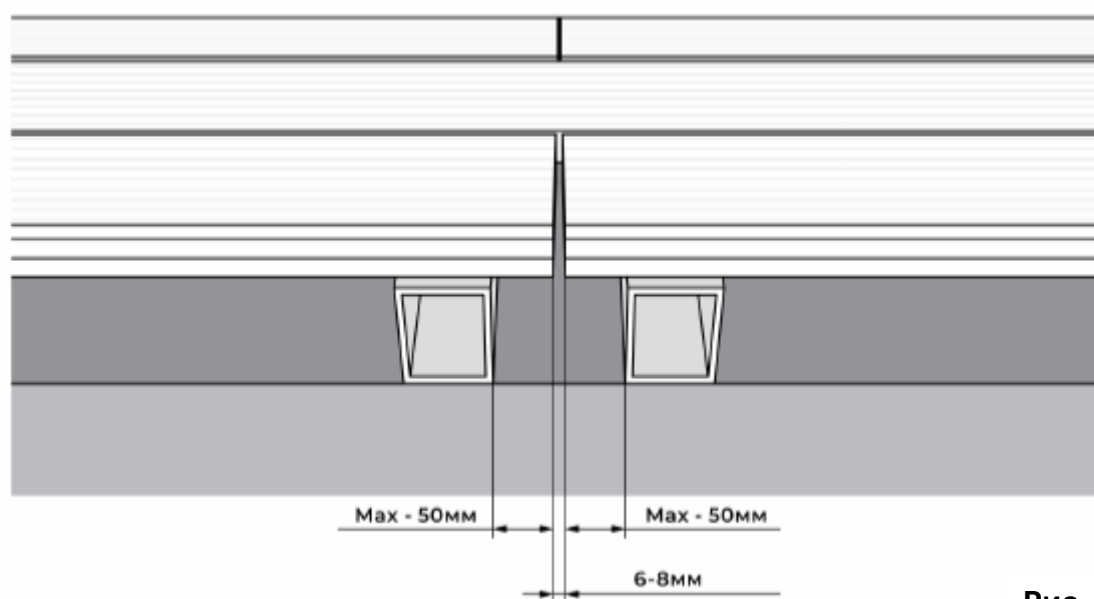

Рис. 3
3. На металлический каркас с сечением 60x40 и расстоянием между профилем 1000 мм (рис. 3). В этом случае, при шаге балок не более 400 мм для пустотелой террасной доски и не более 360 мм для полнотелого профиля, террасную доску можно монтировать непосредственно на каркас
Расстоянии не более 50 мм (рис.3). Каждый конец доски должен быть закреплен к своей лаге.